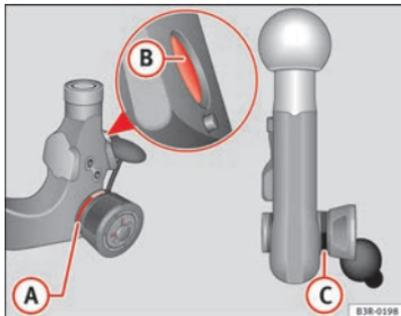

Abb. 165 Abnehmbare Anhängervorrichtung: Kugelstange
- Überprüfen Sie, ob sich die rote Markierung (A) ⇒ Abb. 165 am Handrad im Bereich der schwarzen Kennzeichnung an der Kugelstange befindet.
- Überprüfen Sie, ob der Verriegelungsbolzen (B) in den Bohrungen des Einsteckschaftes versenkt ist.
- Überprüfen Sie, ob das Handrad deutlich sichtbar von der Kugelstange absteht, so dass ein Spalt (C) zwischen Handrad und Kugelstange vorhanden ist.